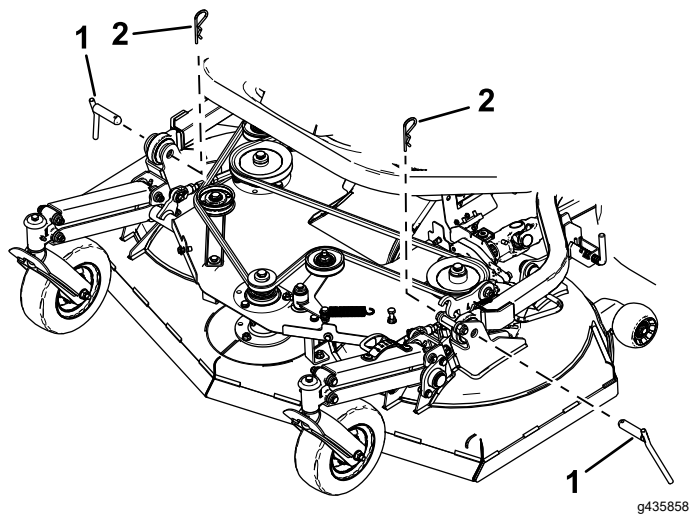

Bild 93
10. Entfernen Sie die zwei Splinte und die zwei Lastösenbolzen, mit denen die Hubarme an jeder Seite des Mähwerks befestigt sind (**Bild 93**).
5. Setzen Sie den Splint und den Lastösenbolzen ein, um die Hubarme an jeder Seite zu befestigen, siehe **Bild 93**.